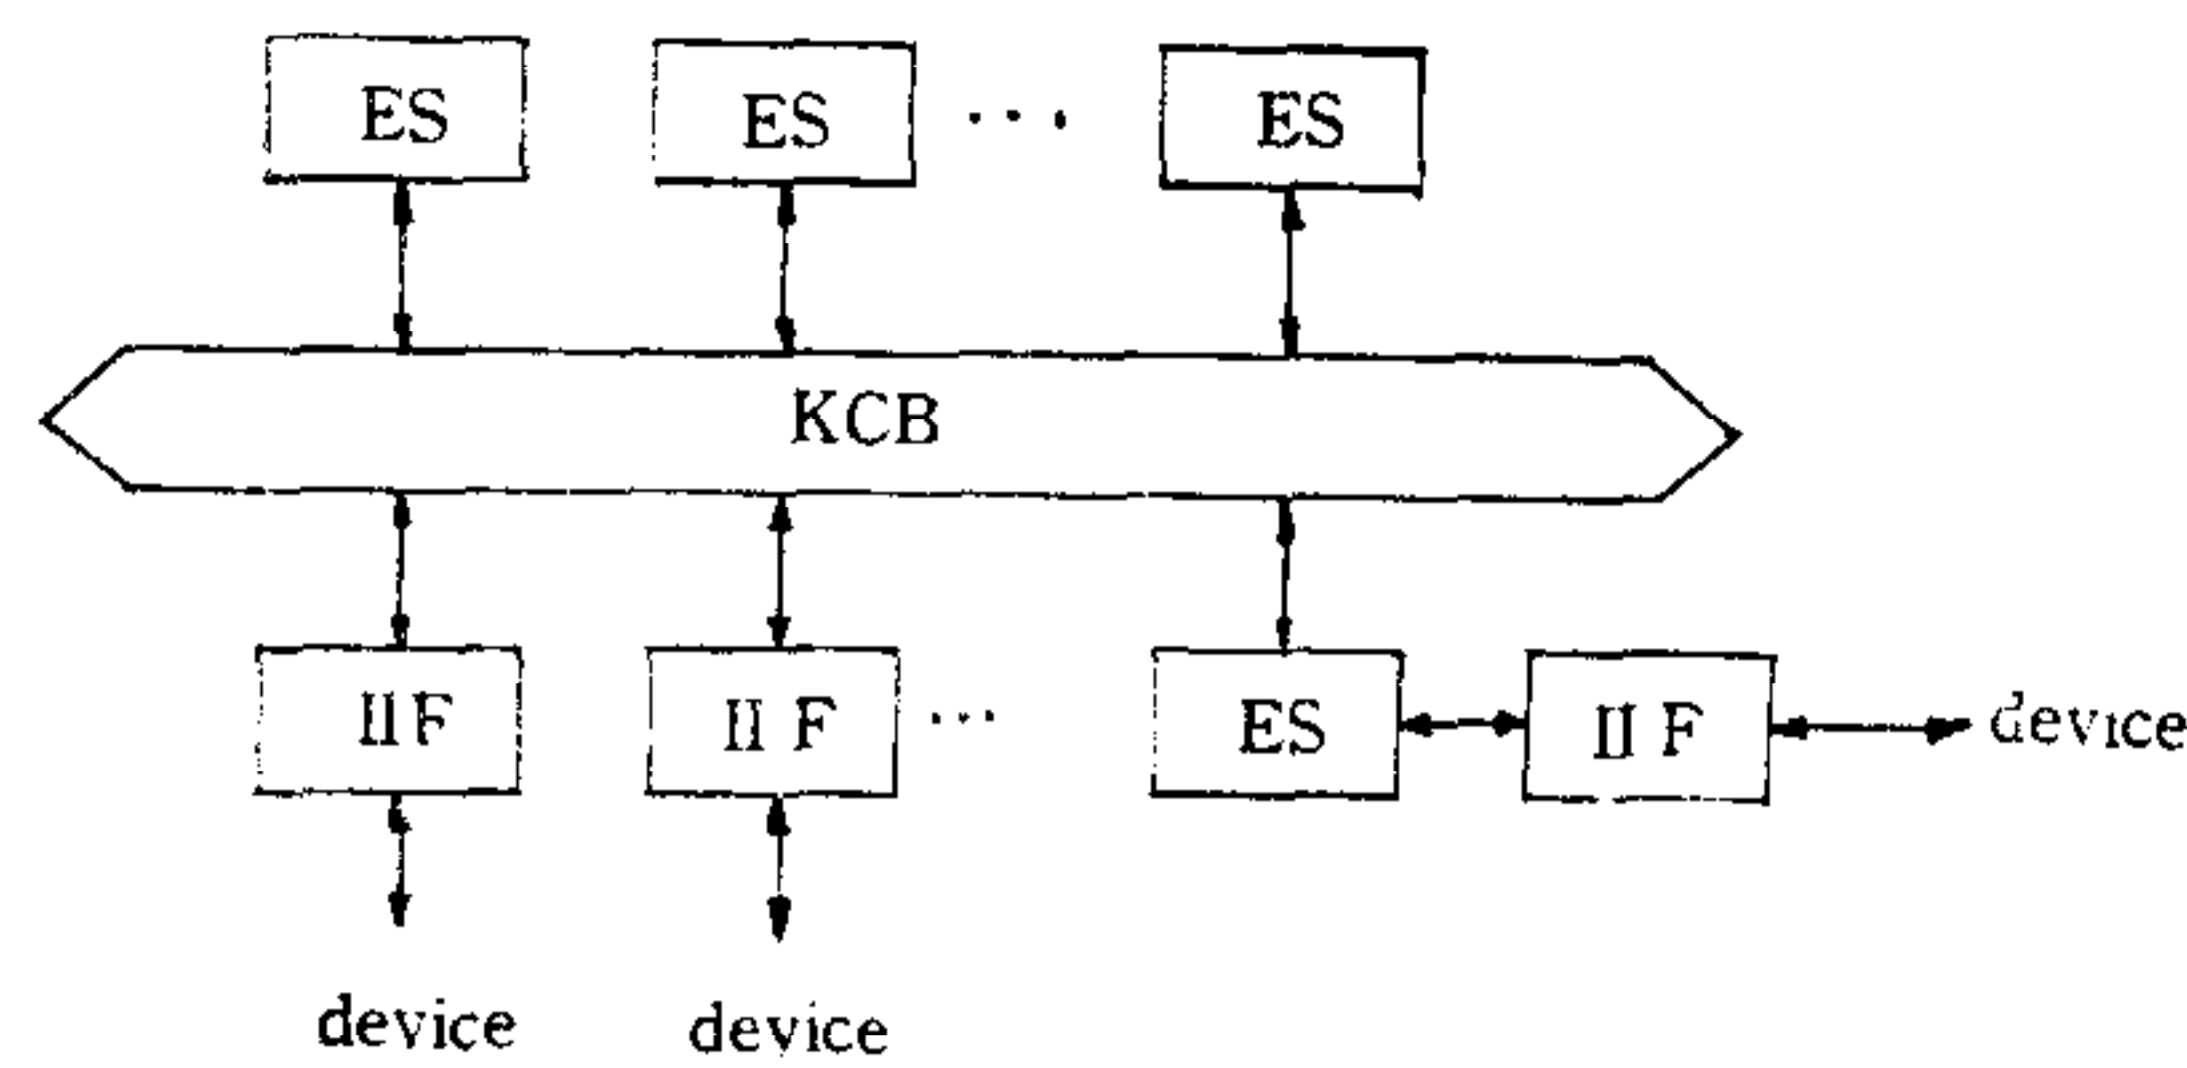

图 1 CREGS 的结构图
图1为CREGS的系统结构示意图。CREGS采用松散耦合 (loosely-coupled) 的分布式结构。模型知识分布在一些相对独立的专家系统模块 (ES) 中。它们之间的信息传递、集成是由被称为知识通讯总线 (KCB) 的子系统完成的。KCB系统类似于计算机结构中的“单总线”结构,但传递的信息单元是“知识片 (Knowledge Piece)”。CREGS与外围设备之间的信息交换是由智能接口模块 (IIF) 完成的。总线上的各个模块能并行工作,并通过KCB进行通讯协调,如图1所示。
1. 专家系统 (ES) 模块